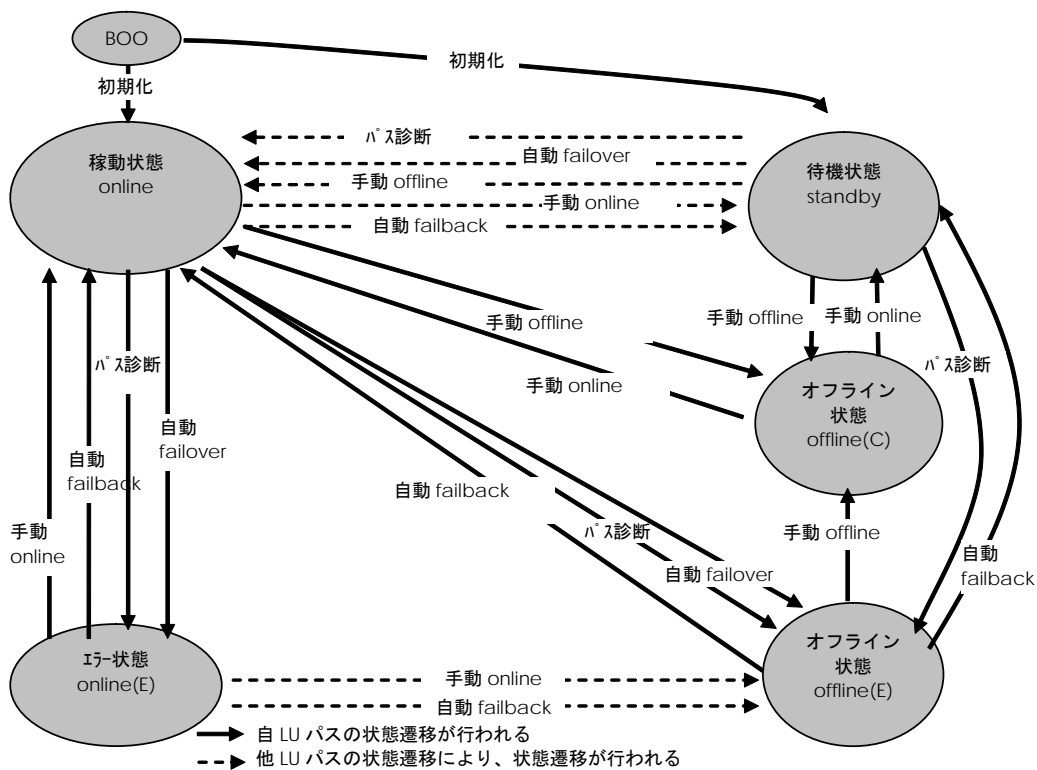

図 2-3 LU パスの状態遷移
LU パスの状態には、online、online(E)、standby、offline(C)、offline(E)の5つの状態があります。表に各状態の説明を、図2-3に状態遷移図を示します。
ユーティリティソフトから変更できるパスの状態の詳細は、「LU パスの状態」図 2-3 LU パスの状態遷移 を参照してください。
- (1) HFC-PCM-2 が認識する LU パスのうち、online 状態又は standby 状態の LU パスが診断対象となります。自動 Failback が有効な場合は、online(E) 状態 及び offline(E) 状態の LU パスも診断対象となります。
- (2) 診断する LU パスは自動的に選択されます。手動で選択することはできません。
- (3) パス診断の実行の有無、診断間隔は、ユーティリティソフトにより変更することができます。
- (4) パス診断中に障害を検出した場合は、パスの状態が offline(E)または online(E) に変更されます。
- (5) パス診断によるパス状態の遷移については、「LU パスの状態」 図 2-3 LU パスの状態遷移 を参照してください。
- (6) ディスク以外のデバイス(Tape 等)は HFC-PCM-2 の管理対象外です。パス診断は実行されません。
- (7) 表 2-7 パス診断機能と同等処理を行なうオペレーション に示すオペレーションを契機に、パス診断機能と同等の処理を実行します。